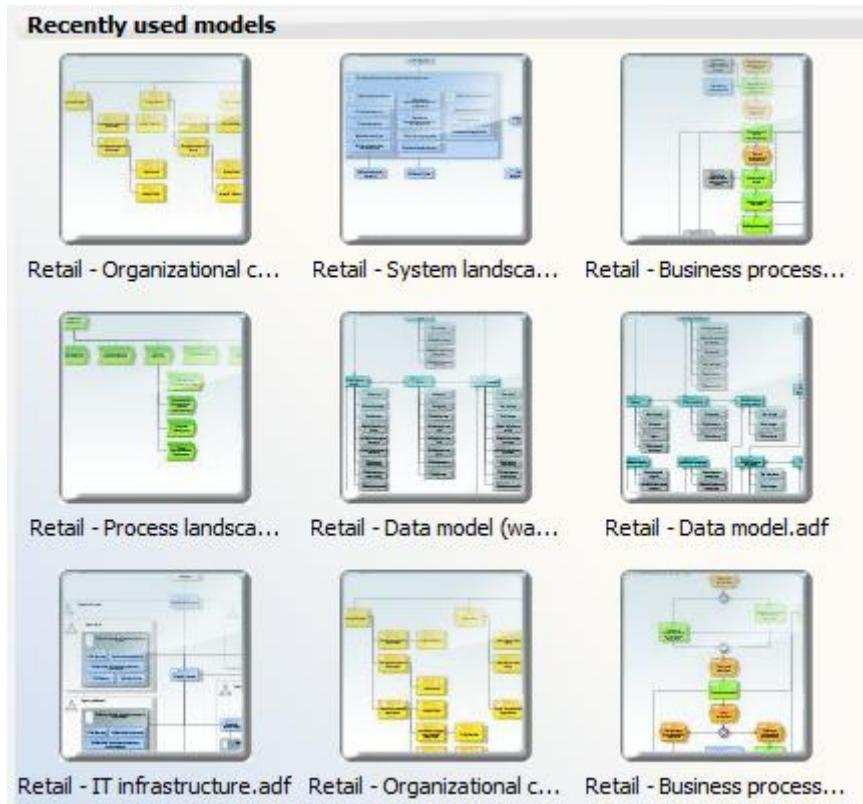

Рисунок 1.4
3. В правой части главного окна располагается список моделей, над которыми недавно осуществлялась работа (рисунок 1.4).